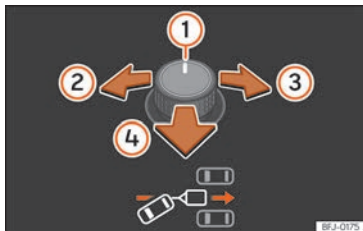
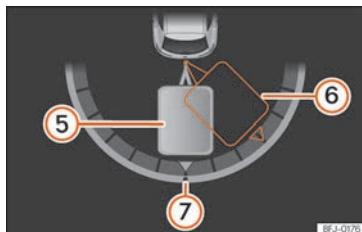

Fig. 213 Comando giratório dos retrovisores exteriores: ajustar o ângulo do reboque.
Fig. 214 Ecrã do painel de instrumentos: fazer marcha-atrás.
Legenda da **Fig. 213**, » **Fig. 214**:
- Rode o comando giratório até atingir a direção desejada » **Fig. 213.** No ecrã do painel de instrumentos aparece, a modo de orientação, uma representação do conjunto veículo trator e reboque na posição atual » **Fig. 214.**